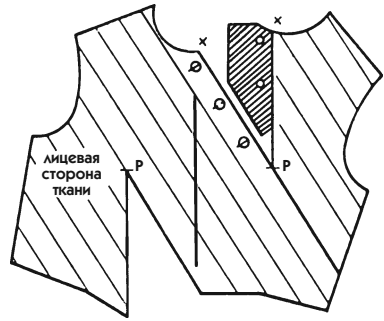

Рис. 512
- Скопируйте лекало на другой лист бумаги, не вырезая распах вытачек (рис. 512).
5. В распах верхней вытачки поместите часть припуска на застежку, где будут пришиты пуговицы (заштрихованная часть на рис. 512).
- Недостающий уголок для размещения последней пуговицы (см. рис. 512) будет добавлен в шве. Выполняя лекало, не забудьте предусмотреть поверхность, которую займут швы, необходимые для соединения деталей, а также для обработки края с петлями.